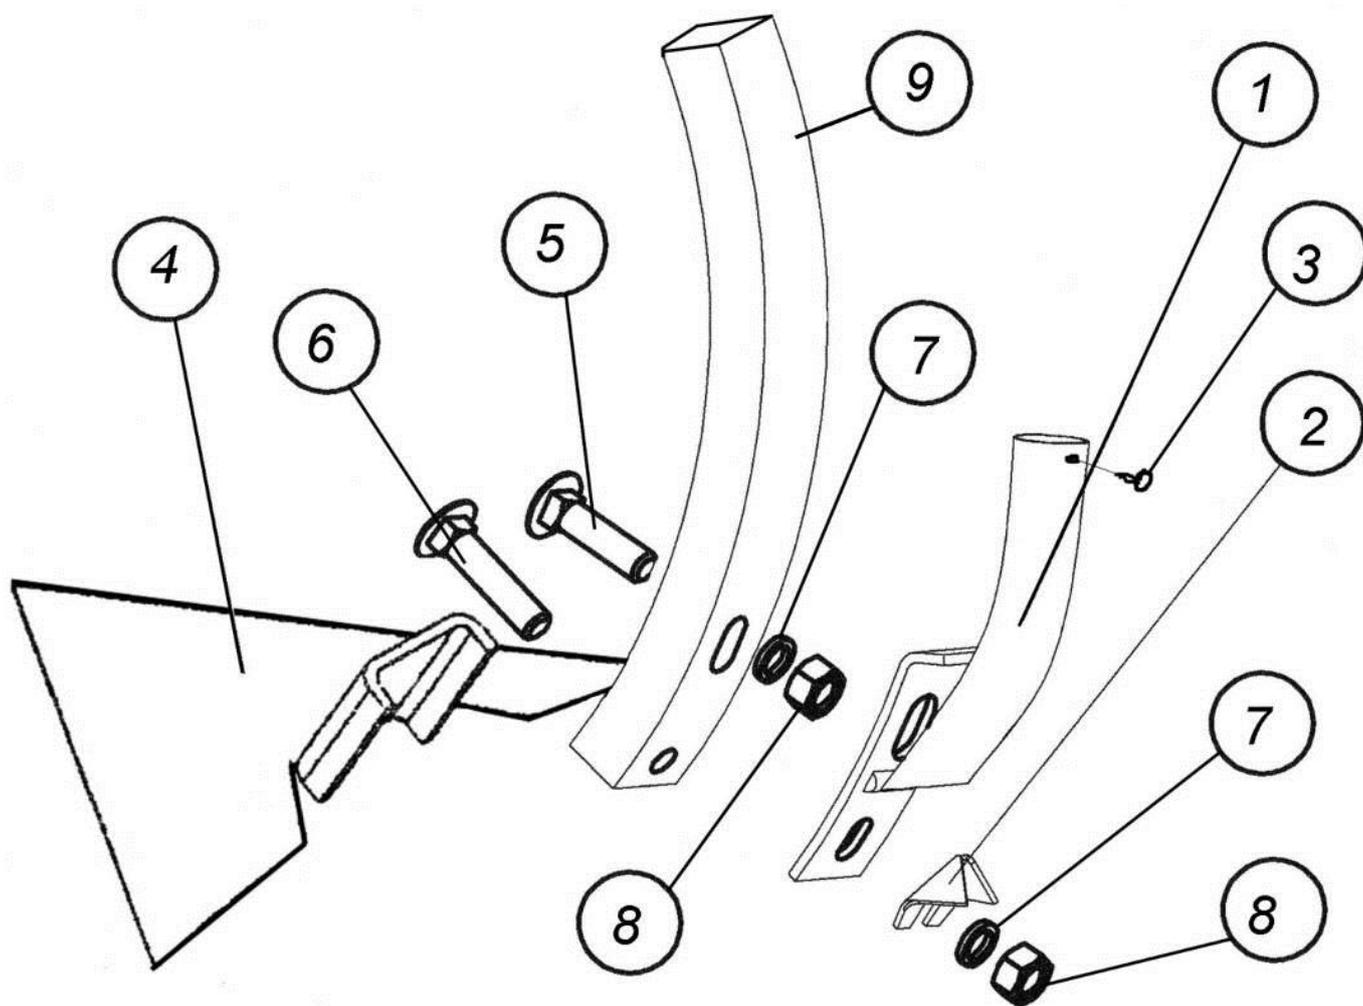

Рис. 7.2.14. Сошник
7.2.14. Сошник, лемех, рассекатель (рис. 7.2.14)